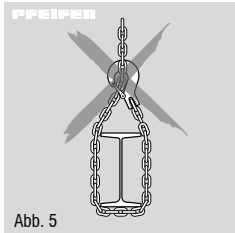

Abb. 5
- Die Lastkette darf nicht als Anschlagkette (Schlingkette) verwendet werden (Abb. 5).